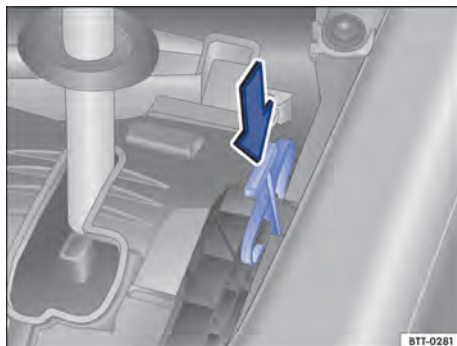

Fig. 216 Embaixo da cobertura do quadro da alavanca cobertura: destravamento de emergência do bloqueio da alavanca seletora.
- Pressionar a alavanca de destravamento \Rightarrow Fig. 216 no sentido da seta e manter nesta posição.